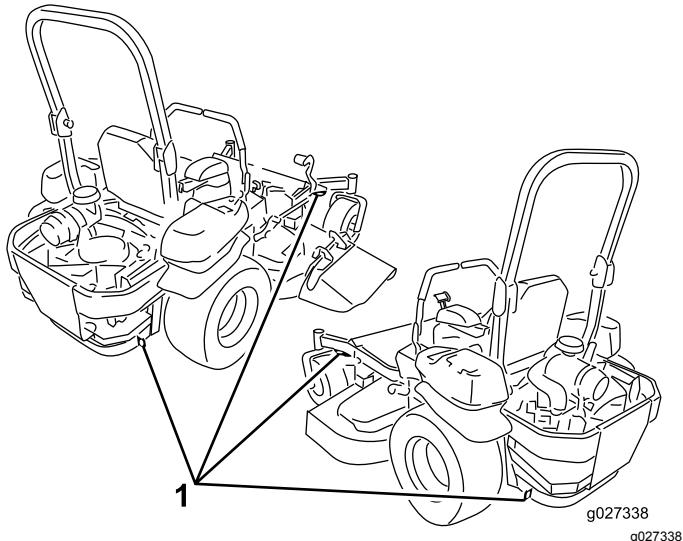

Figure 37
- Servez-vous des points d'attache de la machine pour l'arrimer solidement sur la remorque ou le véhicule de transport au moyen de sangles, chaînes, câbles ou cordes (Figure 37).